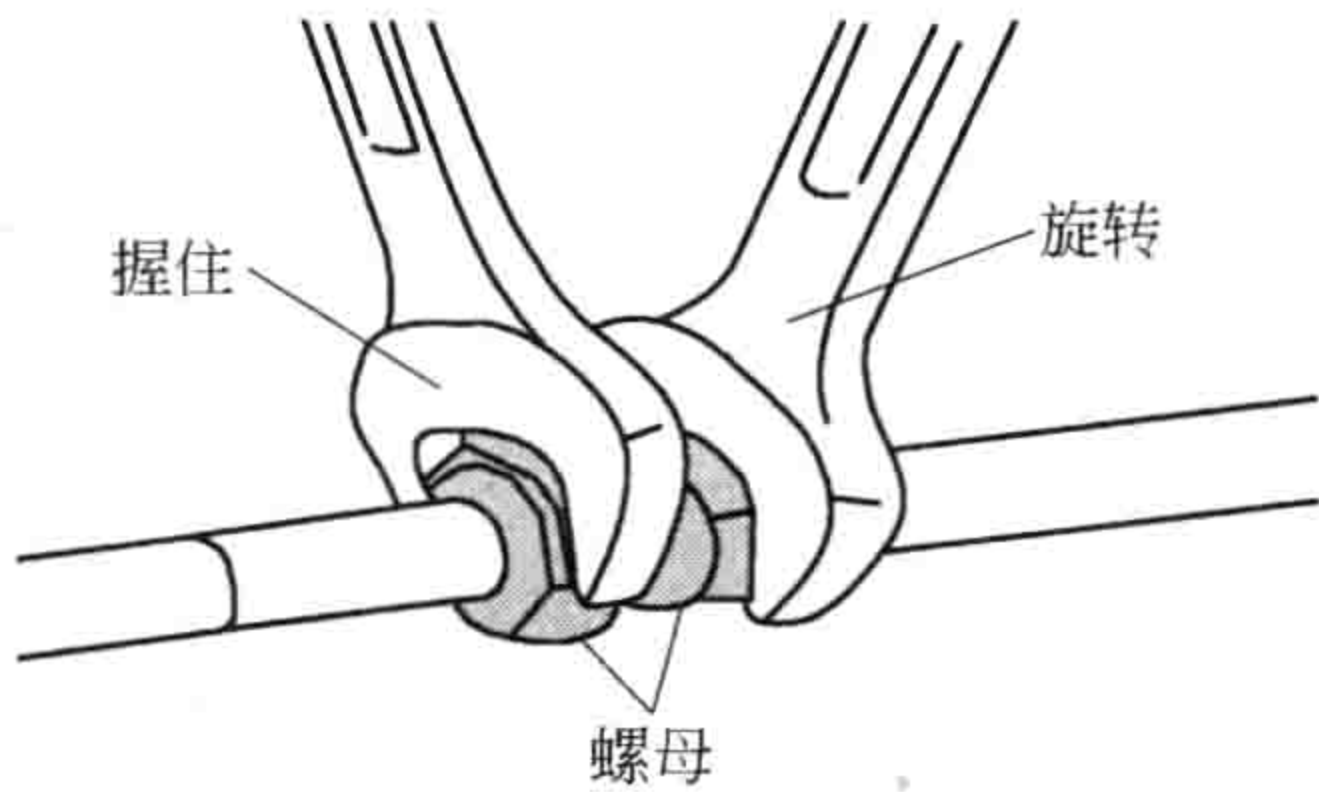

图 1-2 开口扳手的使用方法（一）
(1) 开口扳手
① 开口扳手结构特点。开口扳手两头均为 U 形的钳口，可套住螺栓或螺母六角的两个对向面。开口扳手主要适用于无法使用套筒扳手和梅花扳手操作的位置。因为有些螺栓或螺母必须从横侧插入，此时开口扳手可以做到，而其他扳手则不行，如图 1-2 所示。